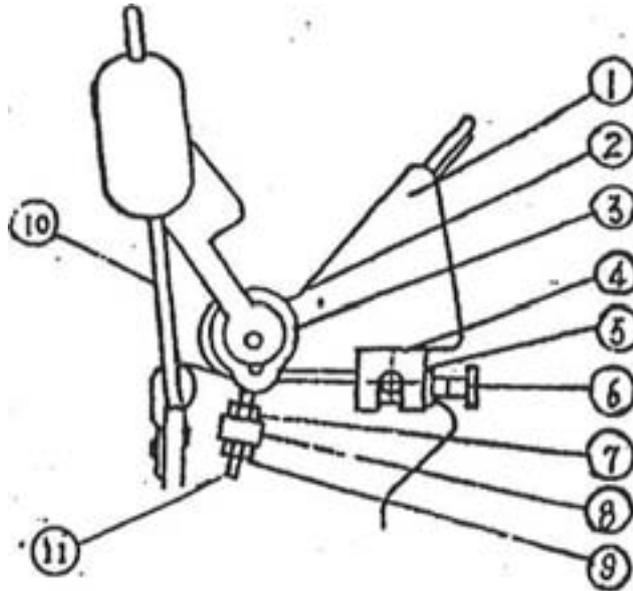

Fig. 2 Vue côté droit
4. Faites glisser la plaque supérieure (1) et les deux extrémités vers l'avant (Fig. 2).
6. La tige (10) aux deux extrémités de la machine, sur laquelle les contrepoids sont montés, ne doit pas être utilisée comme levier de manœuvre. (Fig. 2)
Pour augmenter ou diminuer la distance d'ouverture, vous pouvez ajuster deux écrous en 18 X /1,5 (7,9 sur la Fig. 2) sur la vis (11 sur la Fig. 2). Si la plaque est tordue, sérieusement déformée, augmentez de façon appropriée la distance d'ouverture lors du pliage. (Reportez-vous à la Fig. 7)